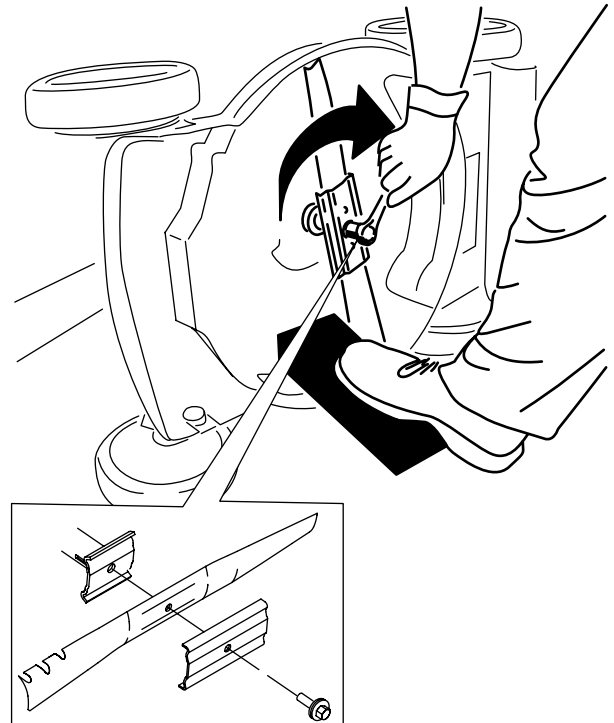

Figure 19
4. Montez la nouvelle lame et toutes les fixations (Figure 19).